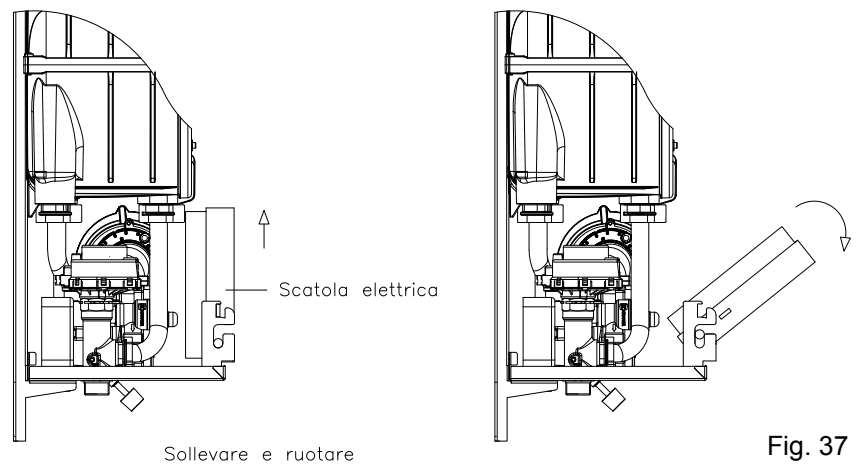

Fig. 37
7.15 - SOSTITUZIONE SCATOLA PANNELLO STRUMENTI (Fig. 37)
come indicato nelle figure 37 e 38.